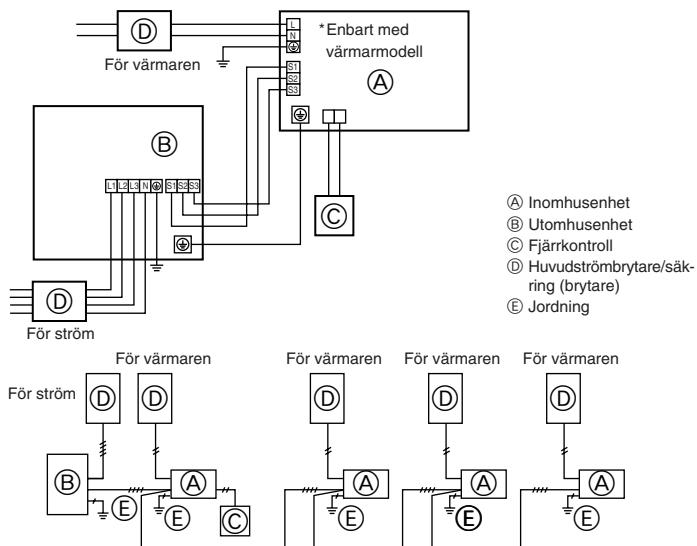
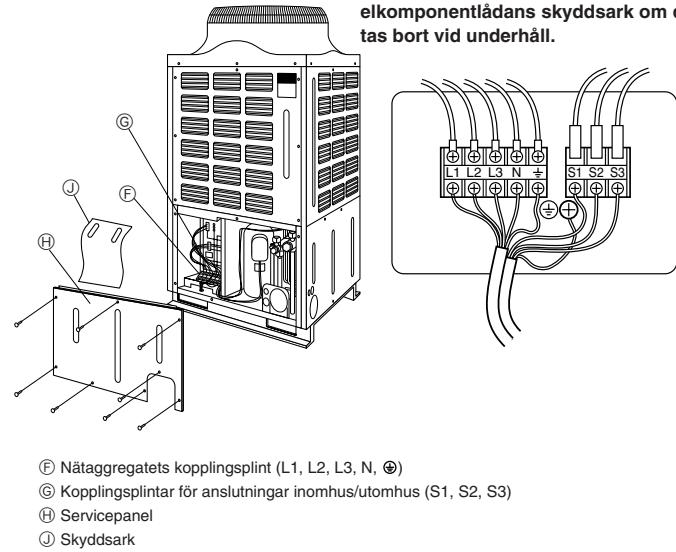

Fig. 7-1
Fig. 7-2
7.1. Utomhusenhet (Fig. 7-1, Fig. 7-2)
- (1) Ta bort servicepanelen.
- (2) Hänvisa till fig. 7-1 och fig. 7-2 när kablarna dras.